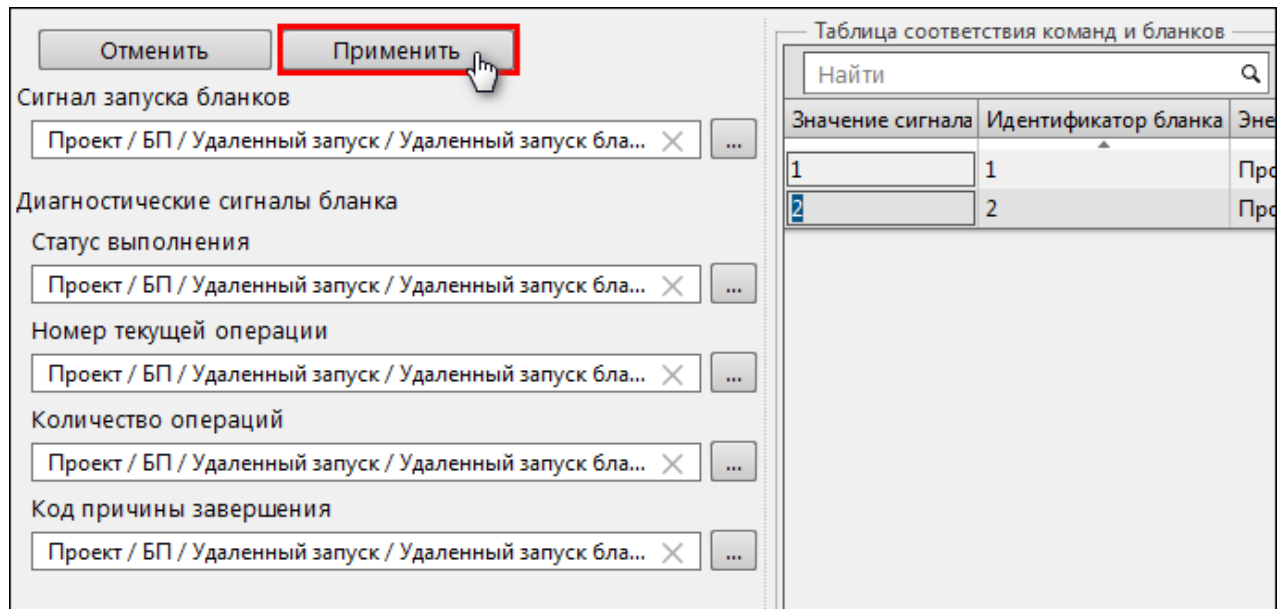

Рисунок 356 - Применить настройки
10. Нажмите **Применить** (Рисунок 356).